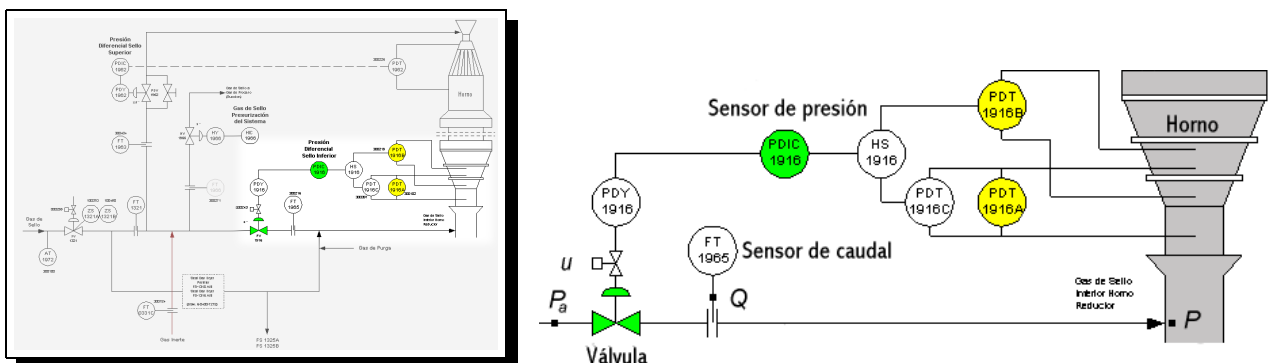

Figura 2: Diagrama P&I y detalle del control de presión de gas de sello de un horno de reducción directa
2. Problema de diseño. La Figura 2 muestra el diagrama de instrumentación P&I y un detalle del sistema de control de presión de gas de sello en un horno de reducción directa de mineral de hierro. El gas de sello es un gas inerte que se inyecta en los extremos del horno a una presión constante P para que el proceso de reducción se realice en forma eficiente.
Se desea diseñar un sistema de control en cascada, actuando sobre la válvula, para regular la presión P rechazando perturbaciones ΔP_a en la presión P_a de alimentación de gas (ver detalle a la derecha en la Figura 2). Se dispone de una medición del caudal Q a la salida de la válvula para implementar el lazo interno (secundario) del control en cascada.